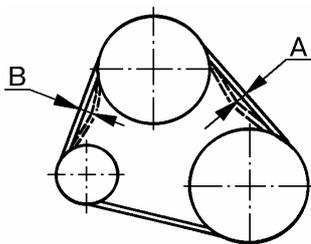

Рис.74.
- установить ремень 4 привода генератора, отрегулировать натяжение ремня и затянуть гайку крепления генератора к установочной планке и гайку болта крепления генератора к кронштейну. Прогиб А, рис.74, ветви ремня между шкивами коленвала и водяного насоса при усилии 100 Н (10 кгс) должен быть 12...17 мм, прогиб В ветви ремня между шкивами генератора и водяного насоса при том же усилии должен быть 10...15 мм (приспособление типа КИ-8920, ключ кольцевой 17 или головка сменная 17, головка сменная 19, вороток трещоточный).